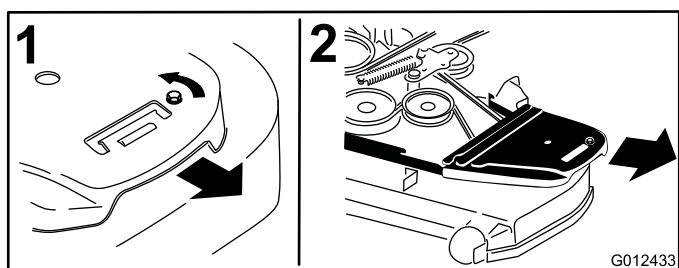

Bild 77
4. Entfernen Sie die Riemenabdeckungen und die Schrauben (Bild 77).